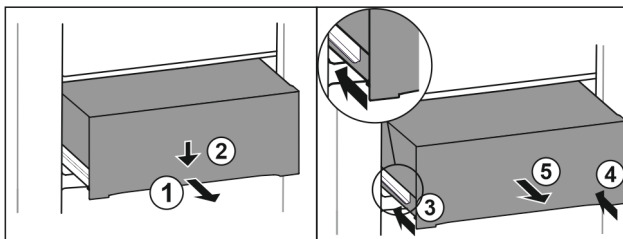

Fig. 182
- ▶ Izvucite ladicu na pola. Fig. 182 (1)
- ▶ Pritisnite ladicu naprijed prema dolje. Fig. 182 (2)
- ▶ Gurnite lijevu vodilicu za oko 2 cm. Fig. 182 (3)
- ▶ Gurnite desnu vodilicu za oko 2 cm. Fig. 182 (4)
- ▶ Izvadite ladicu prema naprijed. Fig. 182 (5)